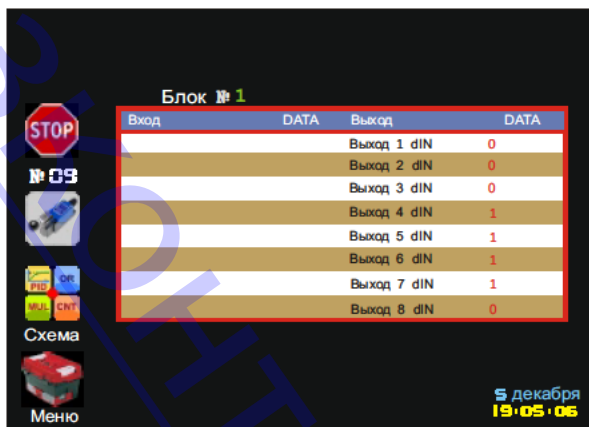

Рис. 29. Меню "Процесс" (Блок "Дискретный ввод")
9.1.13 В меню **Процесс** блок Дискретный ввод представлен в виде таблицы, в которой находится информация о состоянии всех 8 выходов блока в данный момент времени (Рис. 29).